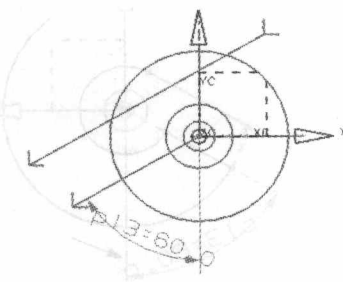

图 1-17 添加约束后的直线
- (4) 单击工具栏中的“平行”按钮, 结果如图 1-17 所示。